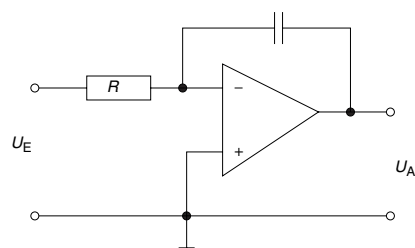

Abbildung 7: Schaltbild eines Integrierers
Bei dem Integrierer in seiner einfachsten Ausführung gemäß Abb. 7 gilt für die Ausgangsspannung
7. Bauen Sie eine Integrationsschaltung gemäß Abb. 7 auf (z. B. Kondensator mit $0,1 \mu\text{F}$; Widerstand mit $10 \text{k}\Omega$). Integrieren Sie Rechtecksignale mit einer Frequenz von etwa 100Hz bei drei unterschiedlichen Zeitkonstanten $\tau = RC$.